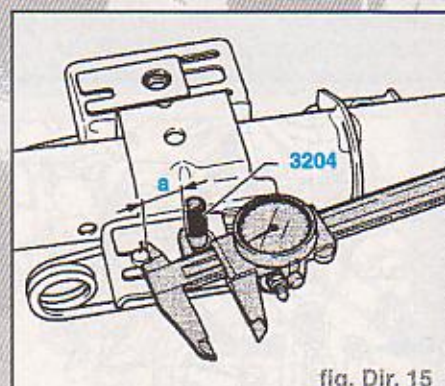

fig. Dir. 15
- Contrôler la cote (a) (fig. Dir. 15) :